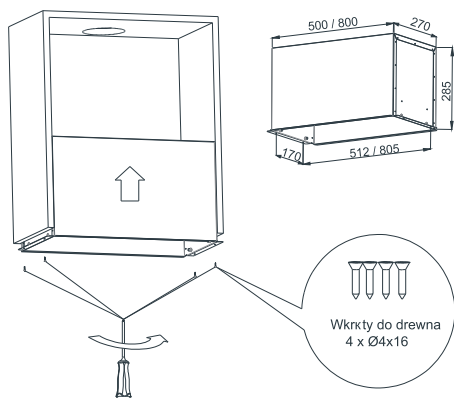

Рис. 10
7.4. Монтаж вытяжки с креплением снизу (Рис. 10).